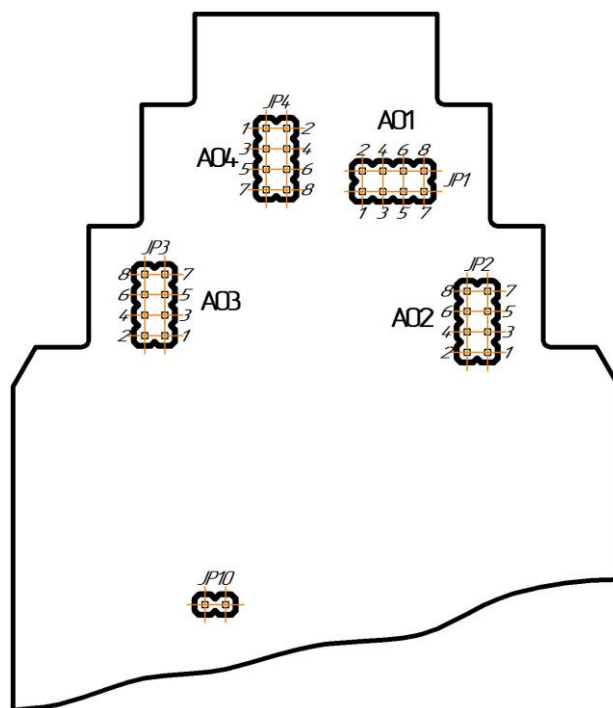

Рисунок 5.1 – Положение переключек на плате модуля (корпус модуля снят):
4.3.6.1 Обесточить модуль, снять с шины и установить перемычку JP10 (положение – см. рис. 5.1), после чего установить модуль обратно на шину. Модуль перейдет в режим конфигурации сетевых настроек, о чем будет свидетельствовать мигание светодиода "PWR" на передней панели прибора.